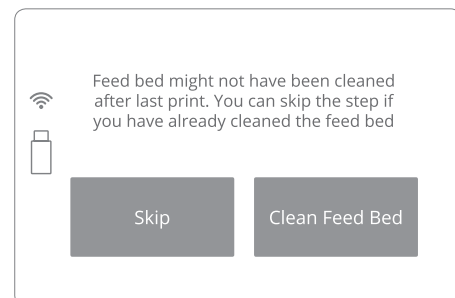

Abbildung 43. Bildschirm FEED Bed reinigen.
4. Bestätigen Sie sie durch Betätigen der Schaltfläche “CLEAN FEED BED” („FEED BED REINIGEN“) (Abbildung 43).